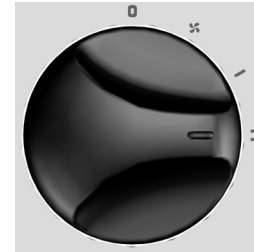

fig. 5
- Pour activer la fonction PUISSANCE MAXIMALE, tourner la molette "C" (fig. 1) de telle sorte que la référence "I" soit alignée sur le symbole "II" présent sur le pupitre de commande (fig. 5).